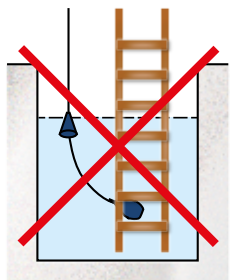

Abbildung 4. Achten Sie darauf, dass der Schwimmkörper ungehindert schwimmen kann.
- Die Installationsstelle ist so zu wählen, dass der Schwimmkörper nicht unter oder über einem Niveau oder in sonstiger Weise hängen bleiben kann (Abb. 4).